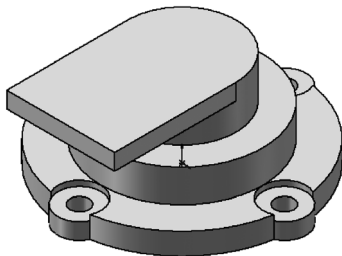

图 7-92 创建拉伸凸台 2
3) 拉伸凸台 2。单击“特征”控制面板中的 L (拉伸凸台/基体) 按钮, 或选择菜单栏中的“插入”→“凸台/基体”→“拉伸”命令, 拉伸草图生成实体, 设置拉伸深度为 6, 效果如图 7-92 所示。